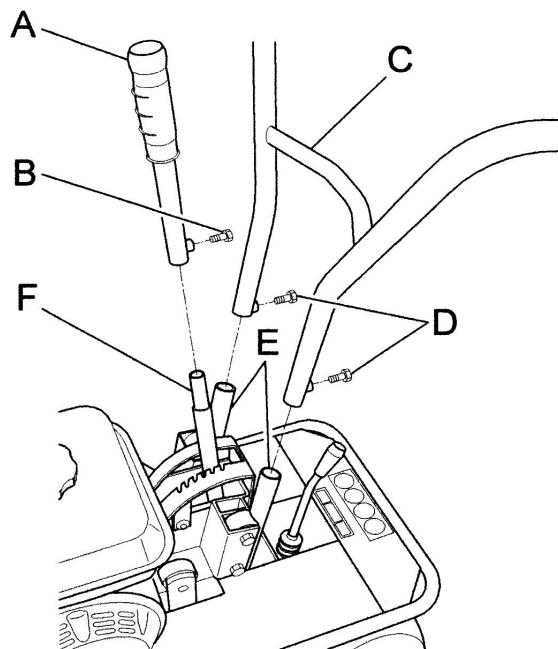

Figure 3
- Soulever le guidon (Fig. 3 Réf. C) et l'introduire dans les supports indiqués Fig. 3 Réf. E. Sélectionner la hauteur désirée et le fixer au moyen des vis en dotation (Fig. 3 Réf. D).
- Introduire la partie finale du levier de réglage hauteur de coupe (Fig. 3 Réf. A) dans le support approprié (Fig. 3 Réf. F) et la fixer au moyen de la vis fournie en dotation (Fig. 3 Réf. B).
Durant le travail, le tapis herbeux et le gazon sont coupés en bandes. Au cas où les roues de la machine glisseraient, il est conseillé de modifier la hauteur de coupe au moyen du levier approprié (Fig. 3 Réf. A). Si cette manœuvre ne suffit pas, il est conseillé de vérifier l'état du terrain, qui, s'il est trop sec, doit être mouillé. Dans ce cas, la lame rencontrera moins de résistance et le travail sera plus facile.